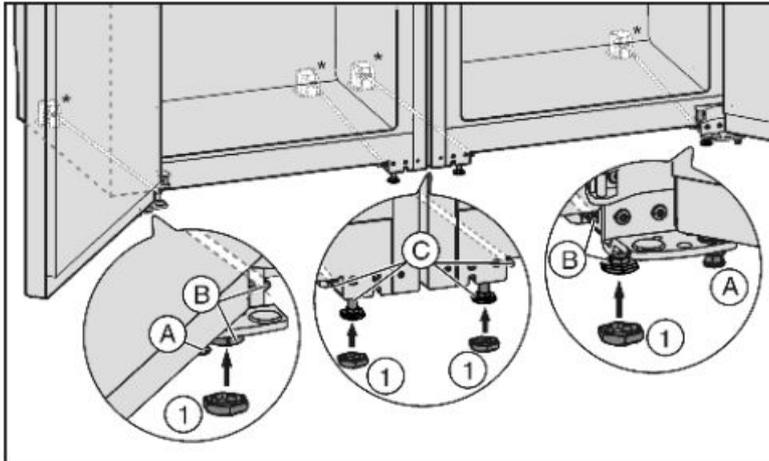

図4
- ・4つの前面高さ調節ネジの上にキャップ 図4(1)を置きます。
- ・センターの高さ調節足 図4(C)を引っ込めて床と触れないようにします。
- ・外部の高さ調整足図4(B)を使ってそれぞれの機器を水平にします。
・中央の高さ調節ネジ図4(C)を床に設置するまで下げます。
・高さ調節ネジ図4(A)をヒンジが曲がっている所で、床に着くまで伸ばして、更に90°C曲げます。